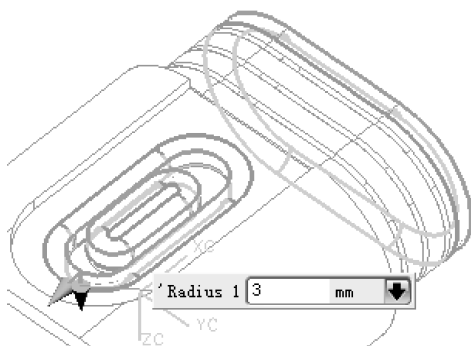

图 3-46 创建半径为 3 的圆角
- 18 使用【边倒圆】工具，选择如图 3-46 所示的边创建出圆角半径为 3 的特征。